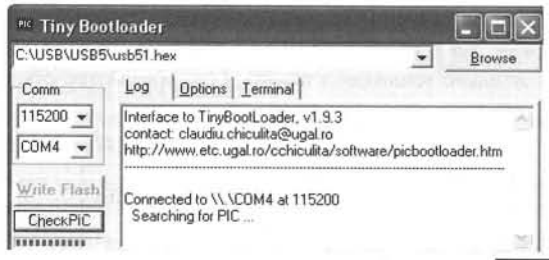

рис. 9
6. Каждый BootLoader требует для своей работы собственную терминальную программу (ТП). Для "Tiny PIC boot loader" это "tinybldWin.exe" из скачанного ранее архива. В закладке "Option" указать COM-порт и путь к файлу "usb51.hex", который предполагается запрограммировать. В закладке "Log" выбрать опцию "Write Flash", после чего МК начнет программирование (рис.9).